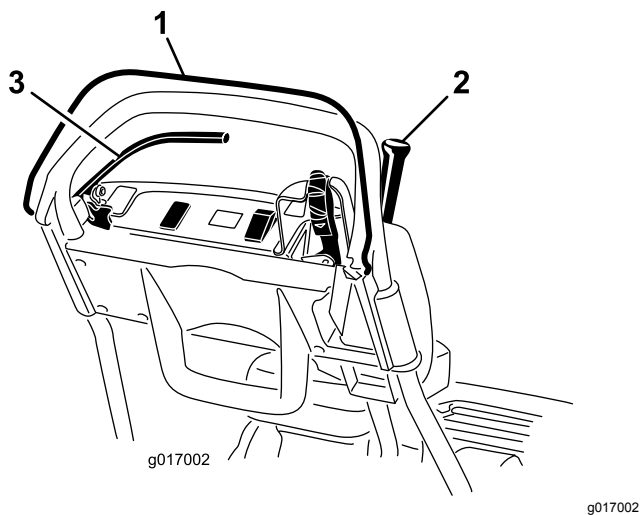

图34
3. 放开操作员到位控制装置后尝试接合牵引杆 图34。牵引杆应该不能接合。如果牵引杆能够接合则需要对联锁系统进行维修。请在操作机器之前纠正该问题请参阅 维护牵引联锁开关 (页码 30)。
4. 压下操作员到位控制装置并接合牵引杆后松开操作员到位控制装置图34。牵引杆应脱离。如果牵引杆不能分离则需要对联锁系统进行维修。请在操作机器之前解决该问题。请参阅 维护牵引联锁开关 \(页码 30\)。
5. 压下操作员到位控制装置并将换挡控制杆移至左侧接合牵引和滚刀驱动装置然后松开操作员到位控制装置图34。牵引杆应脱离。如果牵引杆不能分离则需要对联锁系统进行维修。请在操作机器之前纠正该问题请参阅 维护牵引联锁开关 \(页码 30\)或 调整滚刀控制装置 \(页码 32\)。